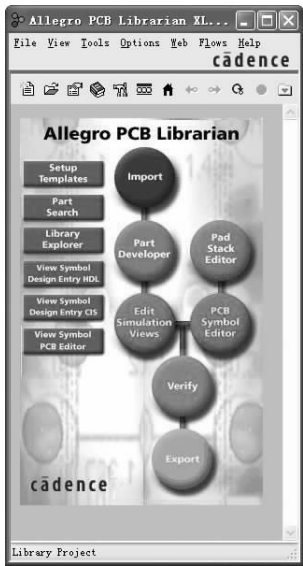

图 2-39 管理窗口
4. 选择菜单栏中的“File (文件)”→“Open (打开)”命令，在弹出的“Open Project (打开项目文件)”对话框中选择一个“.cpm”文件，双击打开，原理图库管理工具的窗口将被刷新，如图 2-39 所示。